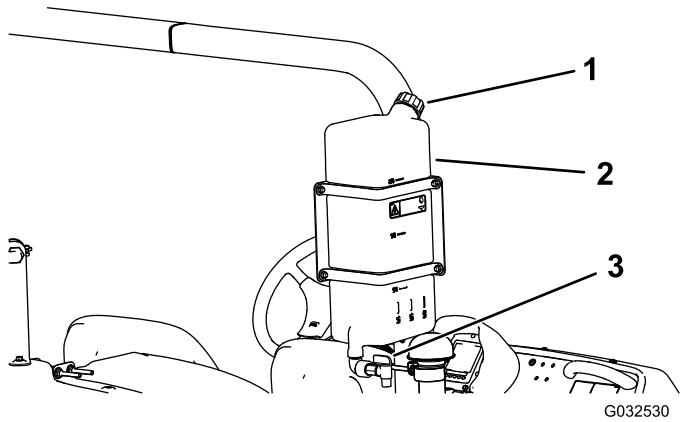

Figura 27
- Para llenar el depósito, desenrosque el tapón de la parte superior del depósito, llene el depósito con agua limpia y coloque el tapón (Figura 27).
- Para abrir la llave de paso del depósito de agua limpia, gire la palanca de la llave de paso (Figura 27).